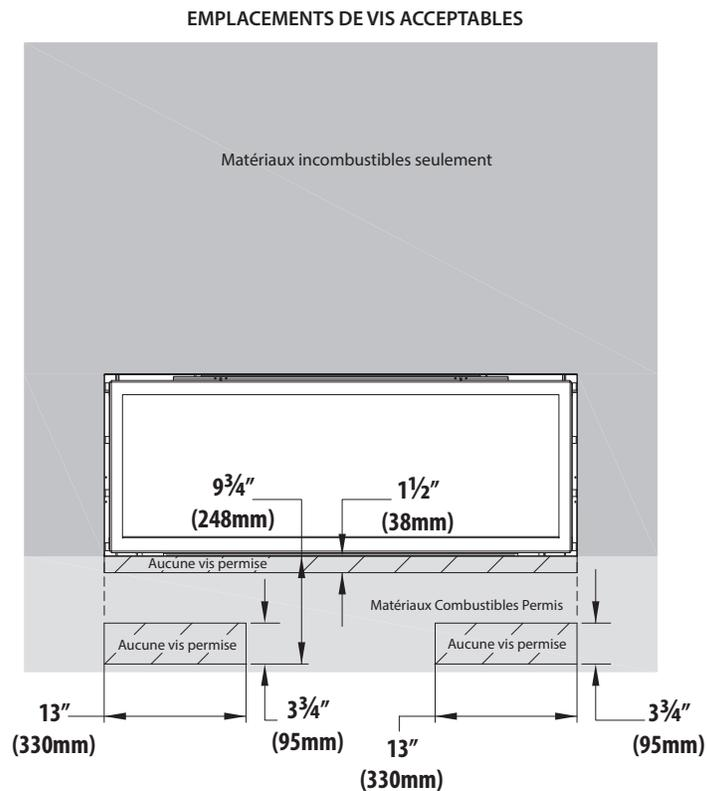

Figure 4.5, Dimensions minimums des matériaux incombustibles emplacements de vis
- Il est acceptable de pré-percer des trous et d'utiliser des vis auto-taraudeuses pour fixer les matériaux incombustibles au-dessus et aux côtés de la façade du foyer. La Figure 4.5 montre les zones permises où la profondeur de pénétration maximale des vis à travers l'enveloppe externe du foyer est de 1/2 po (13mm).